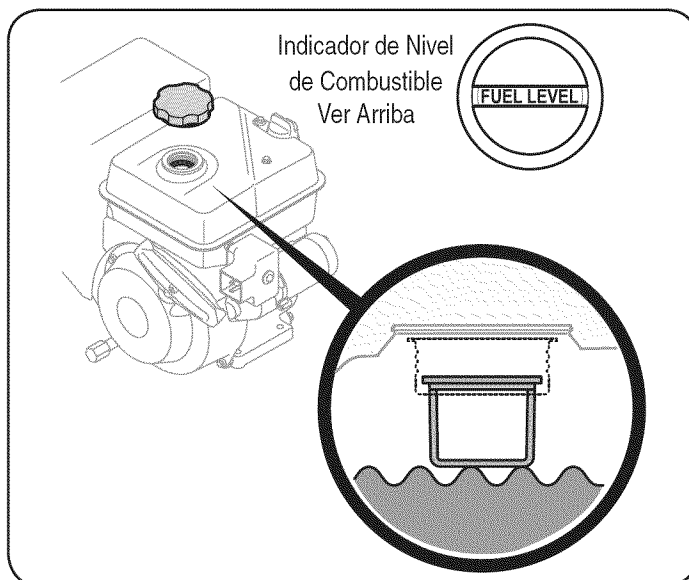

Figura 7
4. Retire el tapón de llenado / varilla de medición. Si el nivel está bajo, agregue lentamente el aceite hasta el nivel de aceite entre los registros de alta (H) y baja (L), la Figura 7.
4. Llenar el tanque hasta que el combustible llegue a la "lleno de combustible" marca del indicador. Véa la Figura 7.